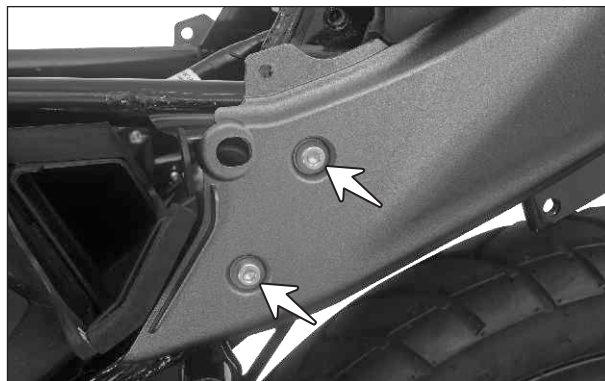

Fig. 1.65
- Retire los 2 tornillos hexagonales (M16x16) de parte delantera de la cubierta izquierda trasera. (Fig. 1.65)